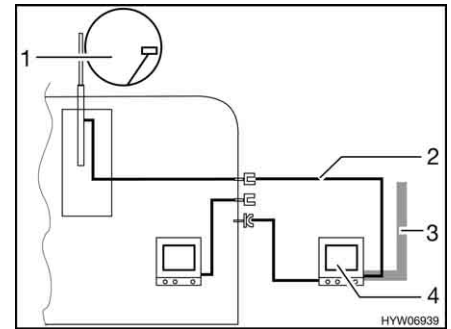

Fig. 155 TV nella tenda veranda
- TV nella tenda veranda (Fig. 155,4): Collegamento all'antenna del tetto (Fig. 155,1) con cavo di collegamento (Fig. 155,2)
- TV nella tenda veranda (Fig. 155,4): Collegamento a antenna esterna (Fig. 155,3)